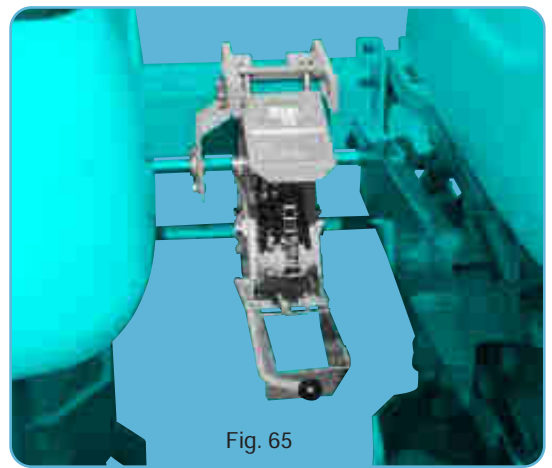

Fig. 65
- Montage déporté (fig.65) pour semoir à nombre de rangs impair. La boîte se place à gauche et au plus près de l'élément central : pour cela supprimer 1 des paliers (4) support axe hexagonal.
- Montaje desviado (fig. 65) para sembradora con número de hileras impar y distancia entre hileras inferior a 45 cm.
- Offset assembly (fig. 65) for planters with an odd number of rows and inter-row spacing under 45 cm (18"). The gearbox is then mounted on the left and as close as possible to the central metering unit. To do so, remove one of the bearing fingers \_ which support the hexagonal shaft.
- Montaggio spostato (fig. 65) per seminatrice a numero di file dispari. La scatola si colloca a sinistra e vicinissimo all'elemento centrale: a tal fine, togliere 1 dei cuscinetti (4) di sostegno dell'asse esagonale.